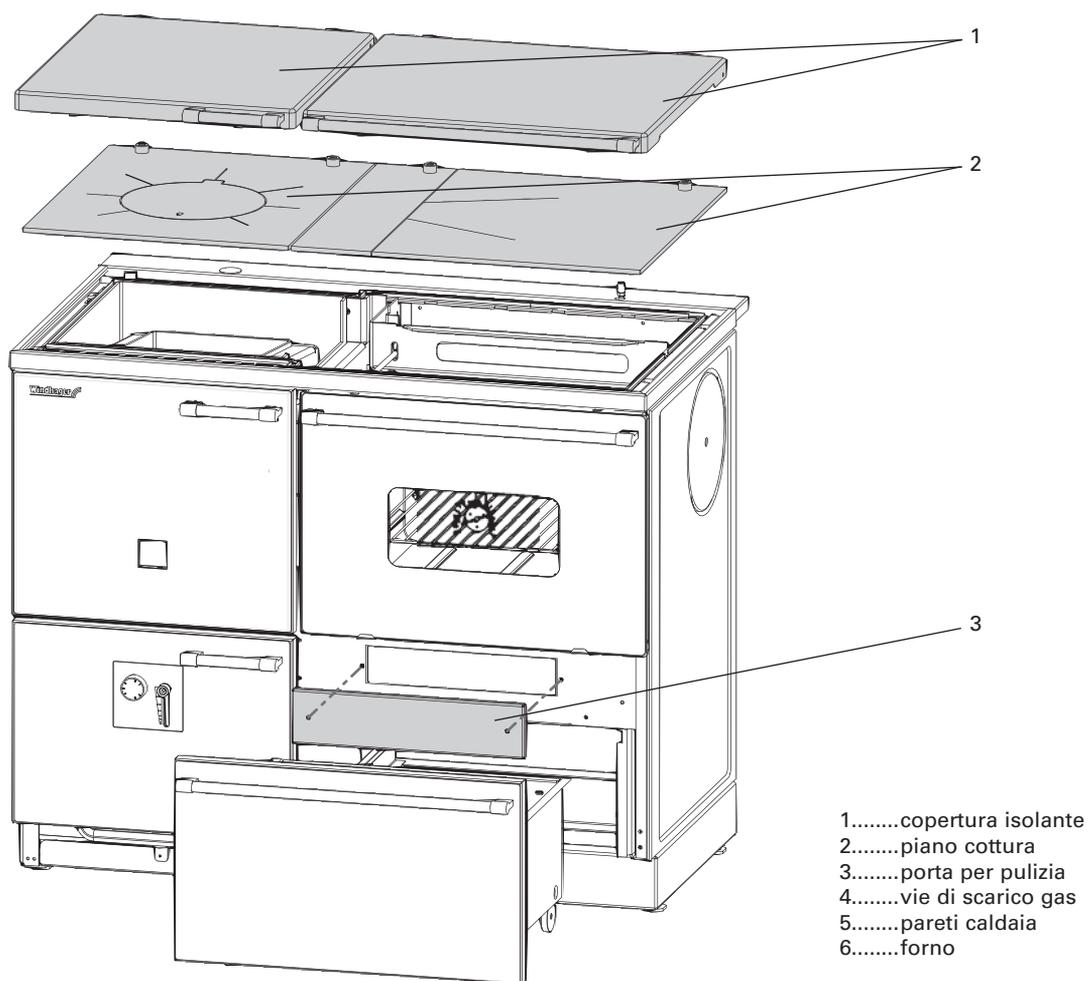

Fig. 17 Rimuovere la copertura isolante ed il piano cottura, aprire pannello pulizia sotto il forno
- 1) Rimuovere e pulire le coperture isolanti e le piastre di cottura – Fig. 17.